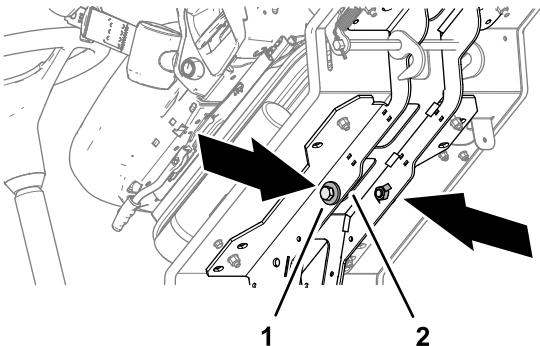

Figura 34
4. Guarde los 2 pernos de 12 mm x 40 mm y las 2 arandelas de 12 mm almacenados en los raíles de soporte de la plataforma (Figura 34).